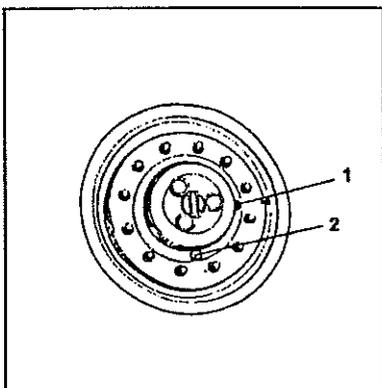

Fig. 28 - Engranaje planetario - posición de llenado de aceite
- 2 Destornille este tapón (2) y drene el aceite en un recipiente, lo suficientemente grande como para contener aproximadamente 4 litros. Afloje el otro tapón (1) para acelerar el flujo del aceite.
- 3 Mueva el rodillo para la posición en que uno de los tapones queda arriba y el otro en la horizontal (Fig. 28). Retire solamente el tapón (2) de llenado.